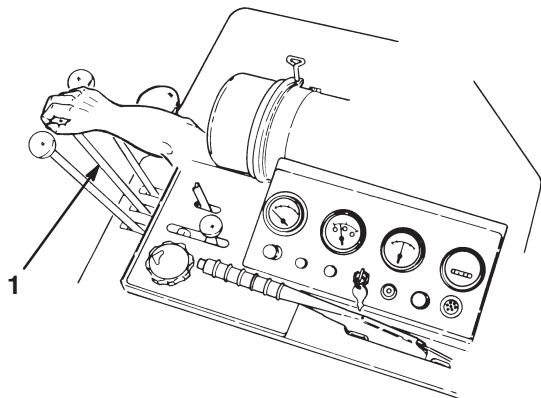

Bild 6
2. Aktivieren Sie die Feststellbremse, lassen Sie die Zugmaschine an und stellen Sie die Motorgeschwindigkeit in die mittlere Stellung des Gasbedienungshebels. Stellen Sie sicher, dass Sie den Sperrhebel des Hubarms für die Mähwerke Nummer 1, 2 und 3 lösen und stellen Sie das Spindelhubbedienelement für die Mähwerke Nummer 1, 2 und 3 in die untere Stellung (Bild 6). Lösen Sie den Hebel und lassen Sie ihn auf die Neutralstellung zurückgehen.